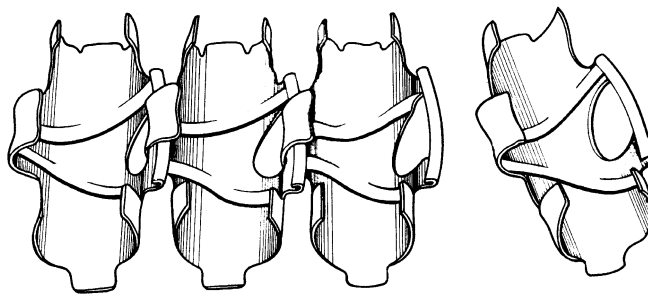

Рис. 17. З'єднання ланок стрічки до гармати 2А42
- збирає ланки шляхом їх з'єднання (рис. 17) в єдину стрічку (по 20-30 ланок) і подає першу ланку петлею вперед у машинку так, щоб вона увійшла між перами зірочок, як це показано на схемі, нанесеної на машинці 6Ю16;